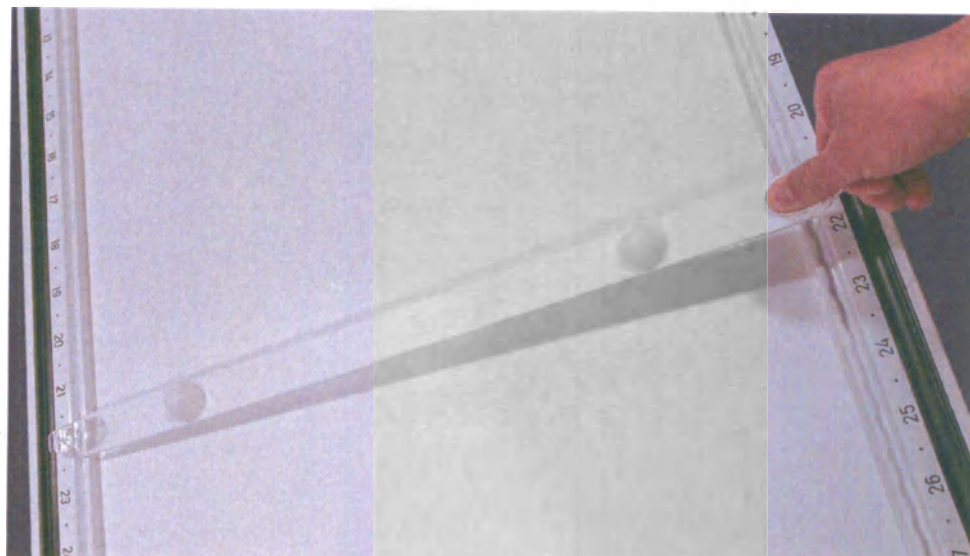

Рис. 4.9. Один конец разметочной планки закреплен
- а Осторожно поместите один конец разметочной планки в правильную фиксированную позицию на противоположной стороне стола. Аккуратно вставьте ее в соответствующий паз для разметочной планки и потяните на себя (см. **Рис. 4.9.**).